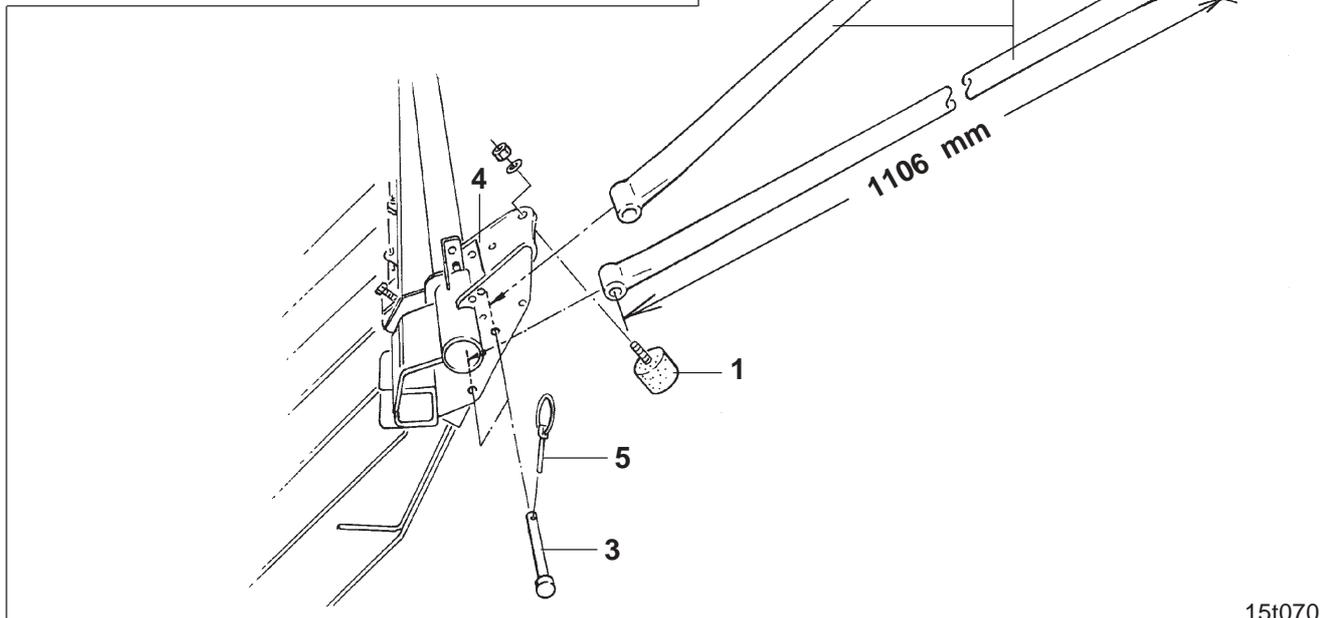
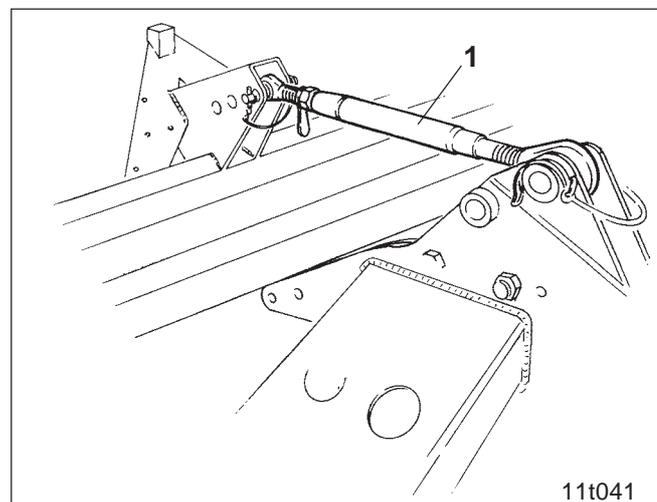

Fig. 25.3
Fig. 25.7
- Schwingmetallpuffer (Fig. 25.3/1) anschrauben.
- Halterohre (Fig. 25.3/2) mit Bolzen (Fig. 25.3/3) an den Halterungen (Fig. 25.3/4) des Exaktstriegels abstecken und mit Klappsteckern (Fig. 25.3/5) sichern.
- Halterohre (Fig. 25.3/2) mit Bolzen (Fig. 25.3/6) an den Taschen (Fig. 25.3/7) abstecken und mit Klappsteckern (Fig. 25.3/8) sichern.
Diese Einstellung erfolgt durch Verlängern oder Verkürzen des Oberlenkers (Fig. 25.7/1), mit dem die Säschiene an der Bodenbearbeitungsmaschine befestigt ist.
Reicht der Verstellweg des Oberlenkers (Fig. 25.7/1) nicht aus, ist die Länge der oberen Halterohre an den Laschen (Fig. 25.3/9) zu verstellen.